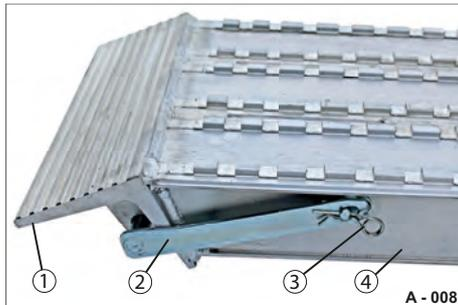
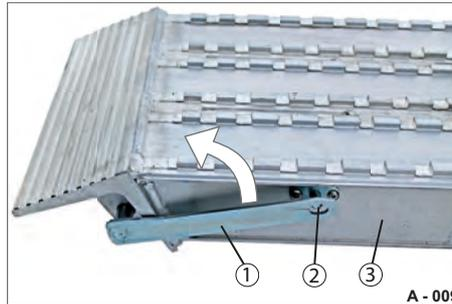

Abb. 12 Sicherungshebel öffnen
Abb. 13 Sicherungshebel, ungesichert
► Federstecker (Abb. 12/3) aus dem Haltebolzen (Abb. 13/2) herausziehen. Sicherungshebel wird freigegeben.
► Sicherungshebel (Abb. 13/1) nach oben umschwenken.